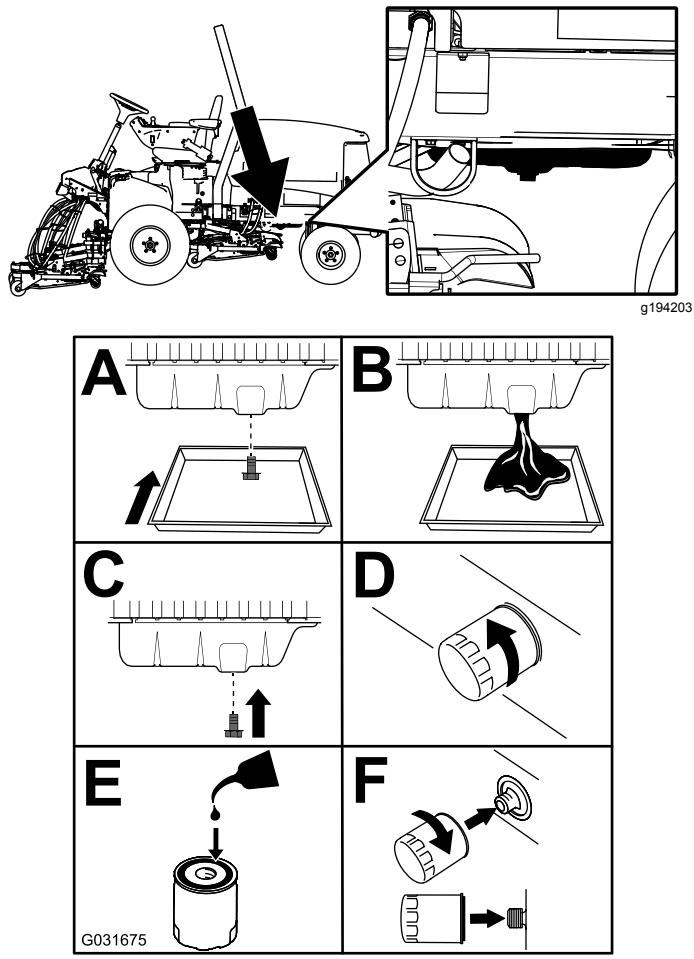

Figura 59
3. Substitua o filtro e o óleo do motor (Figura 59).